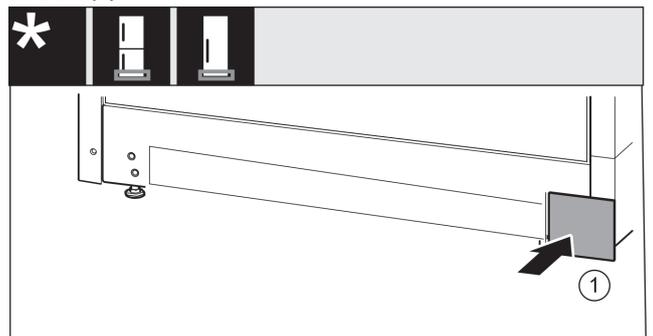

Fig. 35
- ▶ Vuelva a colocar la cubierta en el otro lado. Fig. 35 (1)